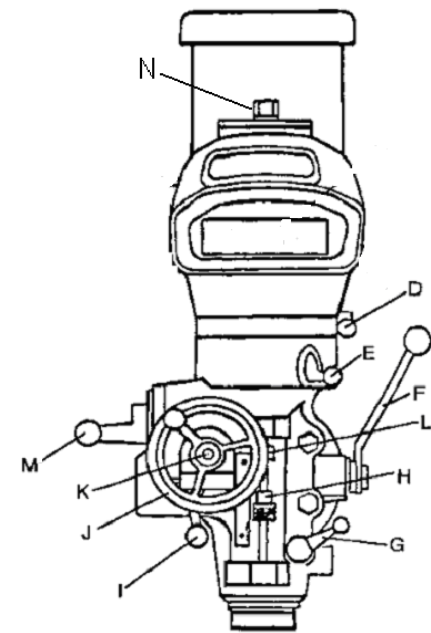

Рис. 4
(В) Ослабьте стопорные ручки кожуха ремня (А, Рис. 4) и откройте кожух.
Маховик точной регулировки пиноли (J, рис. 4) вы можете активизировать посредством рычага (I) Вкл/Выкл подачи при сверлении.